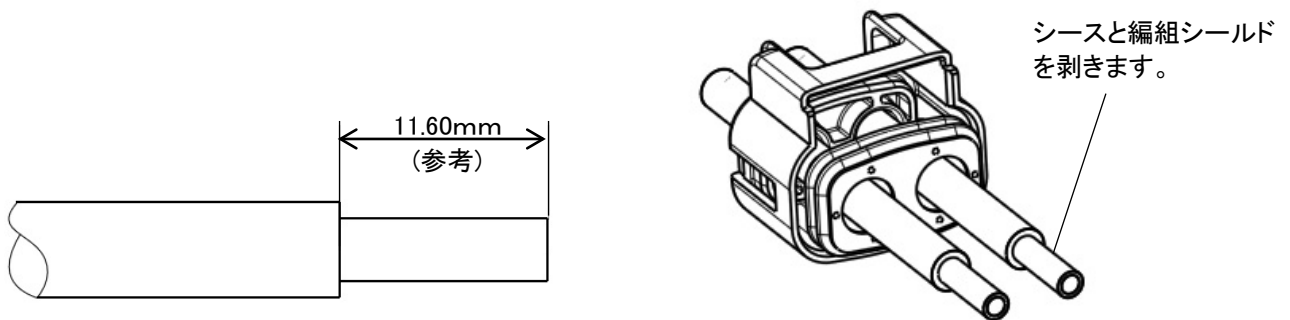

Fig.10
- 5.2. ケーブルシール・ケーブルリテーナ装着状態で両方のワイヤーのシースと編組シールドを 11.60mm(参考)剥きます。(Fig.10 参照)